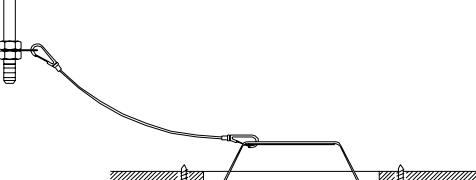

Рис.11
- Б-3** Прикрепите потолочный кронштейн к потолку с помощью четырех винтов (самонарезающие винты Ø4.0 мм) (Рис.11).